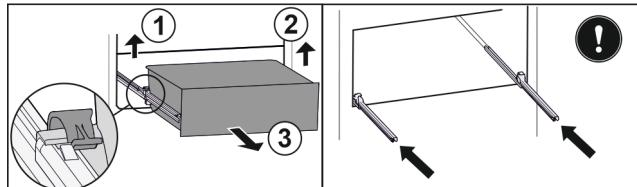

Fig. 161
► Підняти лівий затискач і одночасно висувній ящик ліворуч потягнути вперед. Fig. 161 (1)
► Підняти правий затискач і одночасно висувній ящик праворуч потягнути вперед. Fig. 161 (2)
► Вийняти висувній ящик рухом вперед. Fig. 161 (3)